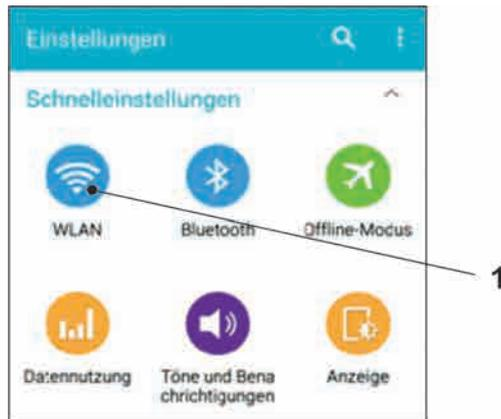

Abb. 30-3 Symbol für WLAN
3. WLAN (Abb. 30-3 Pos. 1) anwählen.